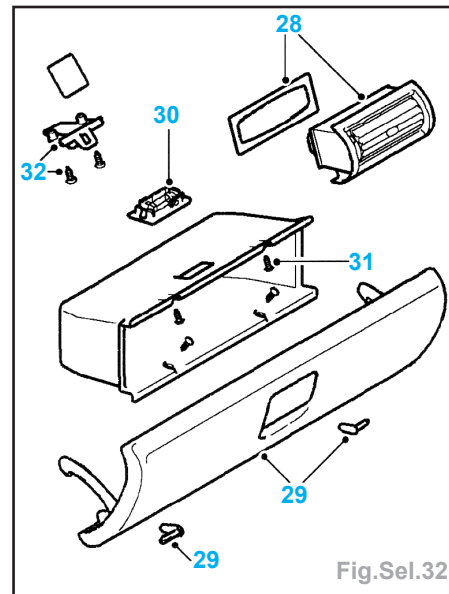

Fig.Sel.32
• Les 4 aérateurs (28) au niveau du visage et récupérer les joints (Fig.Sel.32).
• Les axes de charnière (29) de boîte à gants et les couvercles des boîtes à gants,
• la lampe (30) de la boîte à gants et le tapis,
• les 4 vis (31) de la boîte à gants et la déposer,